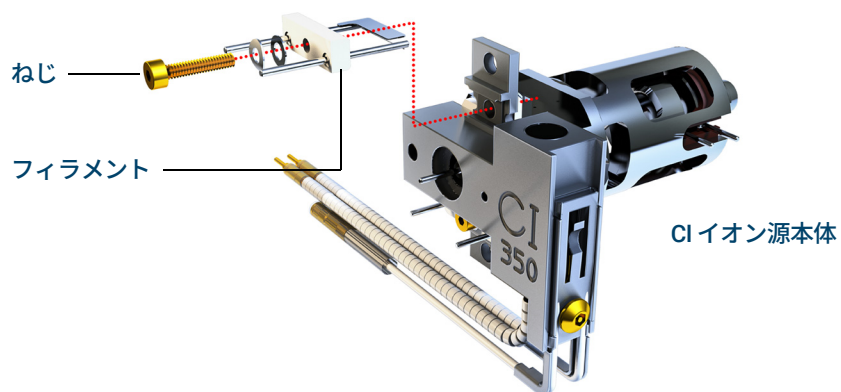

図 79. CI イオン源フィラメントの交換
- 4 フィラメントを CI イオン源本体に固定しているねじを外します。(図 79 を参照してください)。
- 5 フィラメントを CI イオン源アセンブリからスライドさせて外します。(図 79 を参照してください)。
- 2 新しいフィラメントをイオン源本体のフィラメントの位置に取り付けます (236 ページの図 79 を参照してください)。
- 3 フィラメントをねじでイオン源本体に固定します。(236 ページの図 79 を参照してください)。